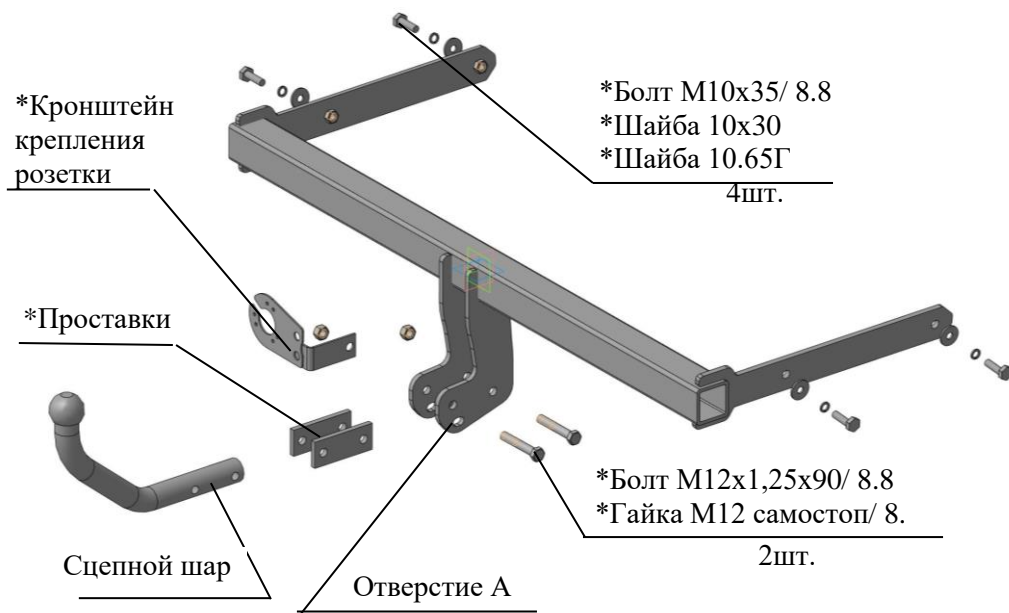

Рис.1 Тягово-сцепное устройство ТСУ 9170.
2.1 ТСУ 9170 в сборе (рис.1)	1 шт.
2.2 Пакет с комплектующими (см. рис.1)	1 шт.